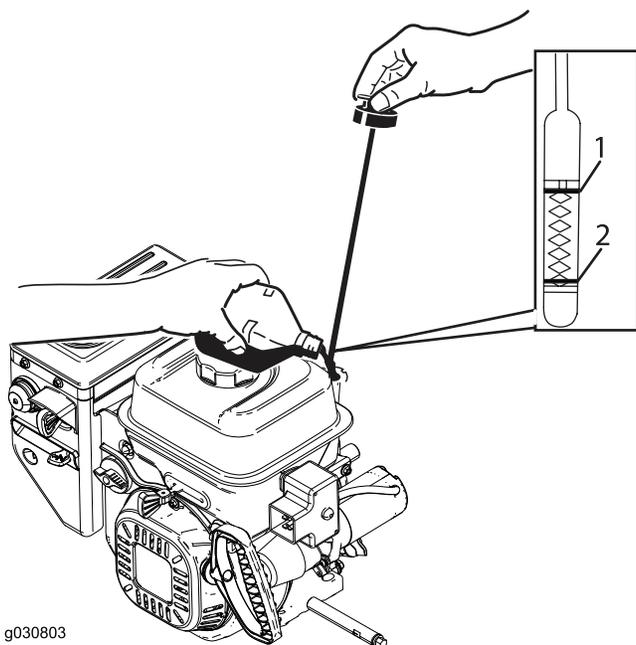

Bild 33
2. Nehmen Sie den Peilstab heraus und prüfen Sie den Ölstand (**Bild 33**). Füllen Sie Öl nach, wenn der Ölstand unter Auffüll-Marke am Peilstab steht. Siehe **5 Prüfen des Motorölstands (Seite 9)**.